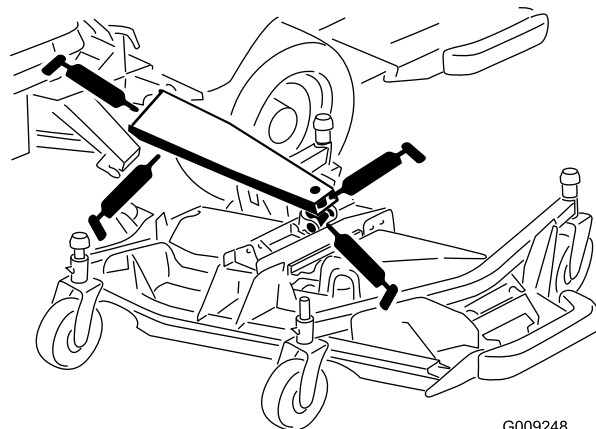

図 75
- メイン昇降アームのブッシュ3ヶ所 図 75
- 昇降シリンダのブッシュ1ヶ所 (図 75)